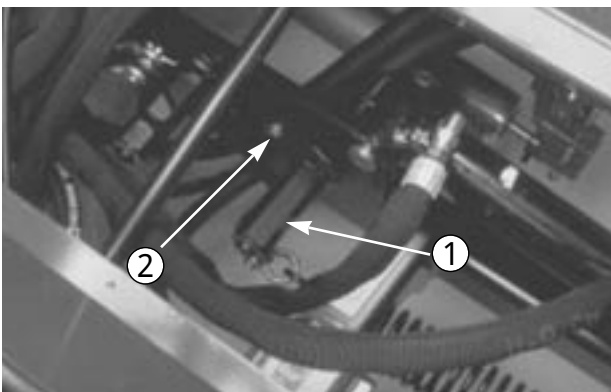

図 32
3. スプリング・ブラケット(図32)の六角シャフトにスパナを当てる。